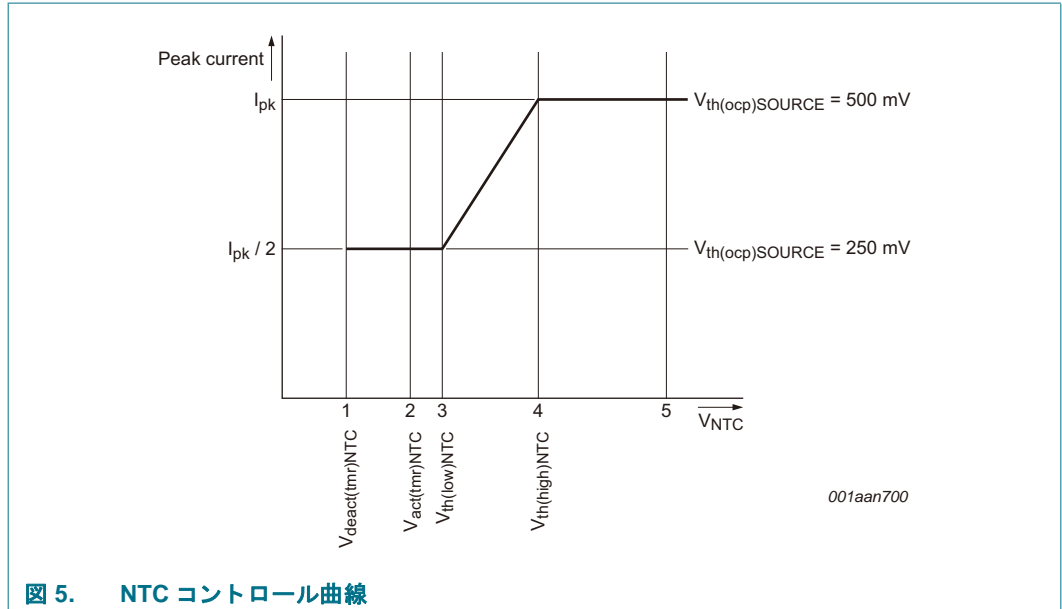

図 5. NTC コントロール曲線
NTC ピンは、LED 温度保護を制御するために使用できます。また、デジタル信号を使用したライト出力のオン/オフの入力として使用することもできます (PWM 調光)。このピンには $I_{\text{offset(NTC)}}$ の電流を生成する内部電流源があります。LED の温度をモニタリングする NTC 抵抗器は、直接 NTC ピンに接続できます。抵抗値および NTC ピンの対応する電圧によって、コンバータは下図 (図 5) のように反応します。
NTC ピンの電圧が $V_{\text{th(high)NTC}}$ より高い場合 (図 5 (4))、コンバータは定格出力電流を供給します。電圧がこのレベルより低い場合、ピーク電流は $V_{\text{th(low)NTC}}$ になるまで徐々に減少します (図 5 (3))。これで、ピーク電流は定格動作のピーク電流の半分になります。 $V_{\text{act(tmr)NTC}}$ を過ぎると (図 5 (2))、下記の状況を区別するためのタイマーが起動します。
- $t_{\text{to(deact)NTC}}$ 時間内にローレベル $V_{\text{deact(tmr)NTC}}$ に達しなかった場合 (図 5 (1)) LED 過熱が検出され、IC はスイッチングを停止して HV ピン電圧からの再開を試行します。NTC ピンの電圧が $V_{\text{th(high)NTC}}$ を上回ると再開します (図 5 (4))。ピーク電流の減少によって NTC 温度が低下しなかったとして、LED OTP がオンになります。
- $t_{\text{to(deact)NTC}}$ 時間内にローレベル $V_{\text{deact(tmr)NTC}}$ に達しなかった場合 (図 5 (1))、ピンが外部的にプルダウンされたと判断されます。再開機能は起動せず、出力電流がゼロまで減らされます。この方法で PWM 調光を実装することができます。電圧が $V_{\text{deact(tmr)NTC}}$ を超えると、再度出力電流が増加します。
NTC ピンを使用してソフトスタート機能を実現できます。電源投入の間、NTC ピンのレベルは LOW になります。コンデンサを接続することで (NTC 抵抗と並列)、時定数を定義できます。時定数によって、NTC ピンのレベルがゆっくりと上昇します。 $V_{\text{th(low)NTC}}$ レベルを過ぎると (図 5 (3))、コンバータが最大電流の半分で起動します。 $V_{\text{th(high)NTC}}$ に達すると (図 5 (4))、出力電流が最大値に向かってゆっくりと上昇します。